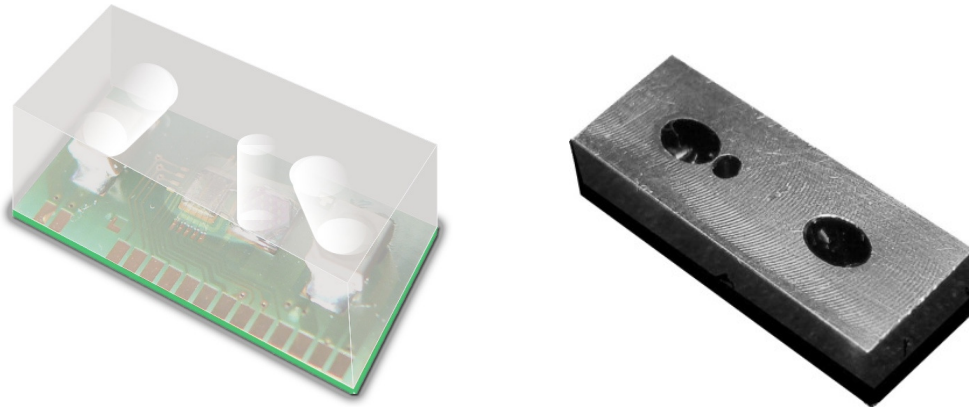

Abbildung 3: MTCS-TIAM1 Board mit Blende
- optional Blende (siehe Abbildung 3: MTCS-TIAM1 Board mit Blende) zur Einhaltung der Messgeometrie und Abschirmung zur Umwelt (Maße mit Blende 19,5 x 9,0 x 5,0mm)